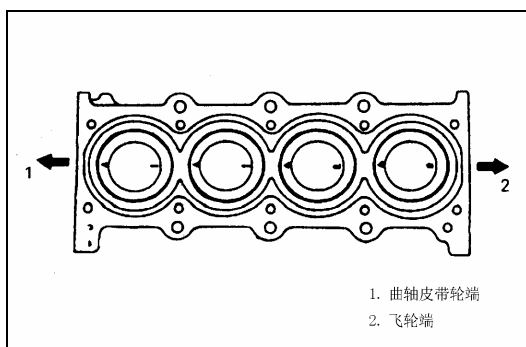

Рис. 4-70.
3). При установке поршня с шатуном в цилиндр вогнутая метка на верхней поверхности поршня должна быть обращена в сторону звездочки цепного привода на клеенчатом вале, Рис. 4-70.